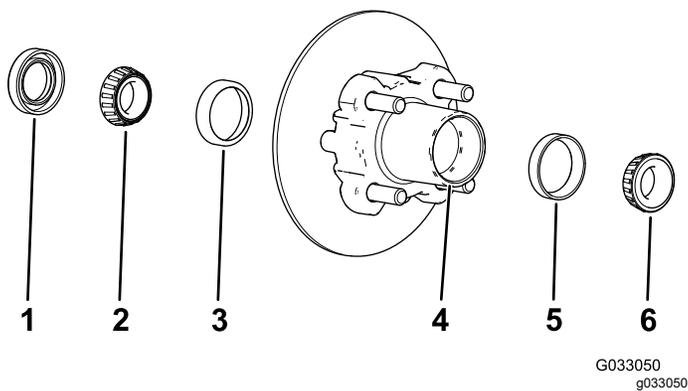

图 36
1. 从轮毂上拆下外置轴承和轴承座圈 图 36。
- 从轮毂上拆下密封件和内置轴承图 36。
- 清除轮毂轴承腔内的所有润滑脂、污垢或碎屑图 36。
注意 清除轮毂轴承腔内的所有润滑脂、污垢或碎屑图 36
- 向轮毂轴承腔注入 5080% 的指定润滑脂图 36。
- 将内置轴承装入轮毂内侧的座圈上并装上密封件图 36。